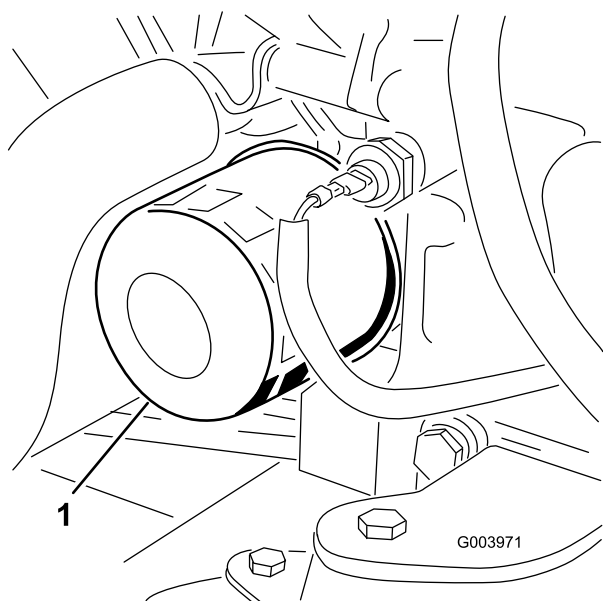

Figura 56
3. Retire o filtro do óleo (Figura 56).